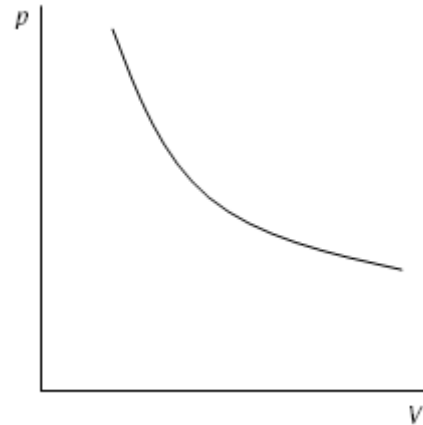

Fig. 1 Druck in Abhängigkeit des Volumens
- Druck in Abhängigkeit des Volumens und in Abhängigkeit von $1/V$ graphisch darstellen (siehe Fig. 1 und 2).